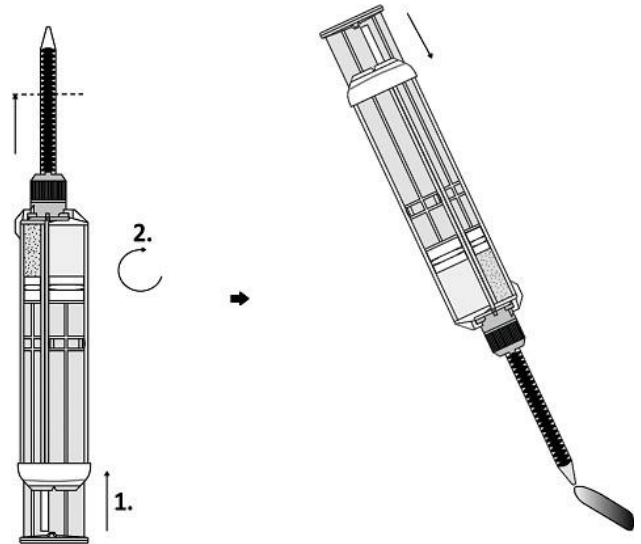

Ilustración 8
12. Llene la punta del aplicador presionando el émbolo hasta que la punta del aplicador se llene con la solución y una raya de NE'X Glue® de aproximadamente 3 cm salga sobre una superficie estéril desechable (por ejemplo, una gasa). Se recomienda comenzar el prellenado con la jeringa en posición vertical hasta que la mitad de la punta del aplicador esté llena con la solución. Cuando la solución llene aproximadamente la mitad de la punta del aplicador, apunte la punta hacia abajo mientras continúa empujando hacia abajo el émbolo para que salga una raya de NE'X Glue® (fig. 8).